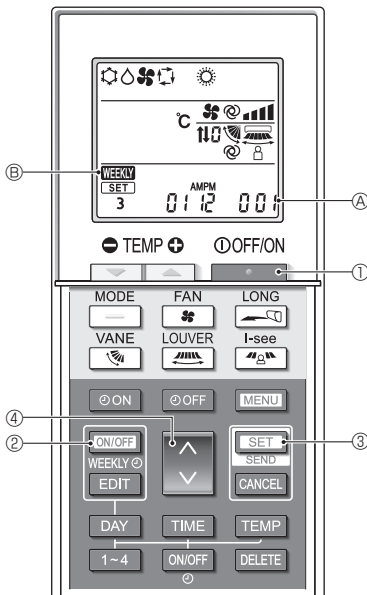

Fig. 6-1
6.1. Passage en mode de réglage des fonctions (Fig. 6-1)
1. Appuyez sur la touche **ON/OFF** ① pour arrêter le climatiseur.
- Si la minuterie hebdomadaire est activée, appuyez sur la touche **ON/OFF WEEKLY** ② pour la désactiver. (**WEEKLY** ⑥ disparaît.)
2. Appuyez sur la touche **SET** ③ pendant 5 secondes.
- La télécommande entre en mode de réglage des fonctions. (Le numéro de réglage du modèle ④ clignote.)
6.2. Entrée du numéro de réglage du modèle de groupe (Fig. 6-1)